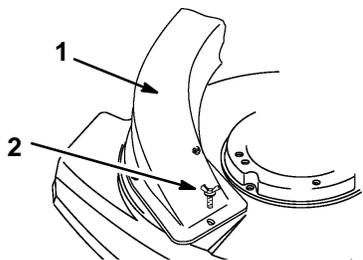

Figure 35
- 6. Enfoncer les trous en forme de serrure de l'éjecteur sur les deux boulons à embase du carter de tondeuse, et faire glisser l'éjecteur dans le sens des aiguilles d'une montre pour le verrouiller en position (Fig. 35).
- 7. Fixer l'éjecteur à l'aide de la vis papillon (Fig. 35).